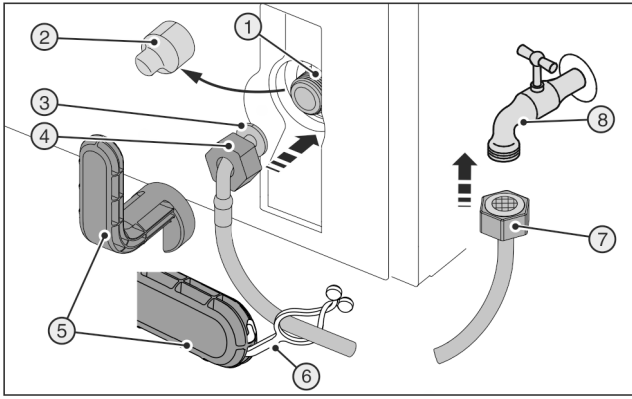
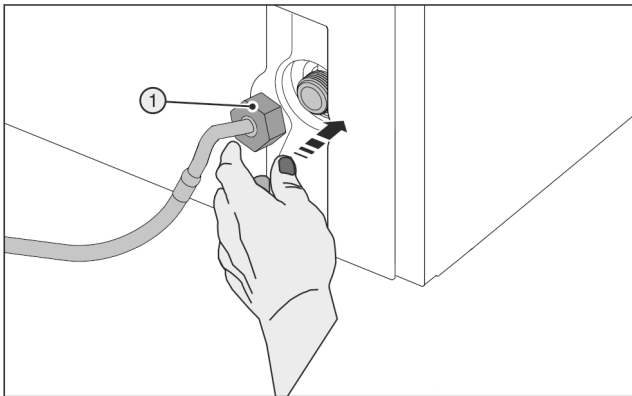

Fig. 45
Fig. 46
Σπασμένο βοηθητικό εργαλείο Fig. 45 (5) !
► Χρησιμοποιείτε το βοηθητικό εργαλείο Fig. 45 (5) αποκλειστικά σε θερμοκρασία περιβάλλοντος.
- Τραβήξτε έξω το κάλυμμα Fig. 45 (2).
- Εύκολη τοποθέτηση: Παραμερίστε το ίδιο άκρο του εύκαμπτου σωλήνα Fig. 45 (7) προς τα αριστερά στο δάπεδο.
- Περάστε το παξιμάδι Fig. 45 (4) επάνω από το γωνιακό άκρο του εύκαμπτου σωλήνα Fig. 45 (3) μέχρι να τερματίσει και συγκρατήστε το.
► Τοποθετήστε προσεκτικά το παξιμάδι Fig. 46 (1) και βιδώστε το με δύο δάχτυλα ευθεία στο σπείρωμα, μέχρι να επιτευχθεί μια ασφαλής εφαρμογή.
► Σφίξτε το παξιμάδι Fig. 46 (1) με βοηθητικό εργαλείο Fig. 45 (5) δεξιόστροφα μέχρι να επιτευχθεί η μέγιστη ροπή σύσφιξης και να προκύψει υπερστροφή του βοηθητικού εργαλείου Fig. 45 (5).
► Βιδώστε το παξιμάδι Fig. 45 (7) στη βάνα απομόνωσης Fig. 45 (8).
- Σφίξτε το παξιμάδι Fig. 45 (7) με βοηθητικό εργαλείο Fig. 45 (5) δεξιόστροφα μέχρι να επιτευχθεί η μέγιστη ροπή σύσφιξης και να προκύψει υπερστροφή του βοηθητικού εργαλείου Fig. 45 (5).
- Ανοίξτε τη βάνα απομόνωσης Fig. 45 (8) της παροχής νερού και ελέγξτε ολόκληρο το σύστημα νερού ως προς τη στεγανότητα.
- Αναρτήστε τη γλωττίδα Fig. 45 (6) στο βοηθητικό εργαλείο Fig. 45 (5) και στερεώστε για φύλαξη στον ανοξείδωτο εύκαμπο σωλήνα.